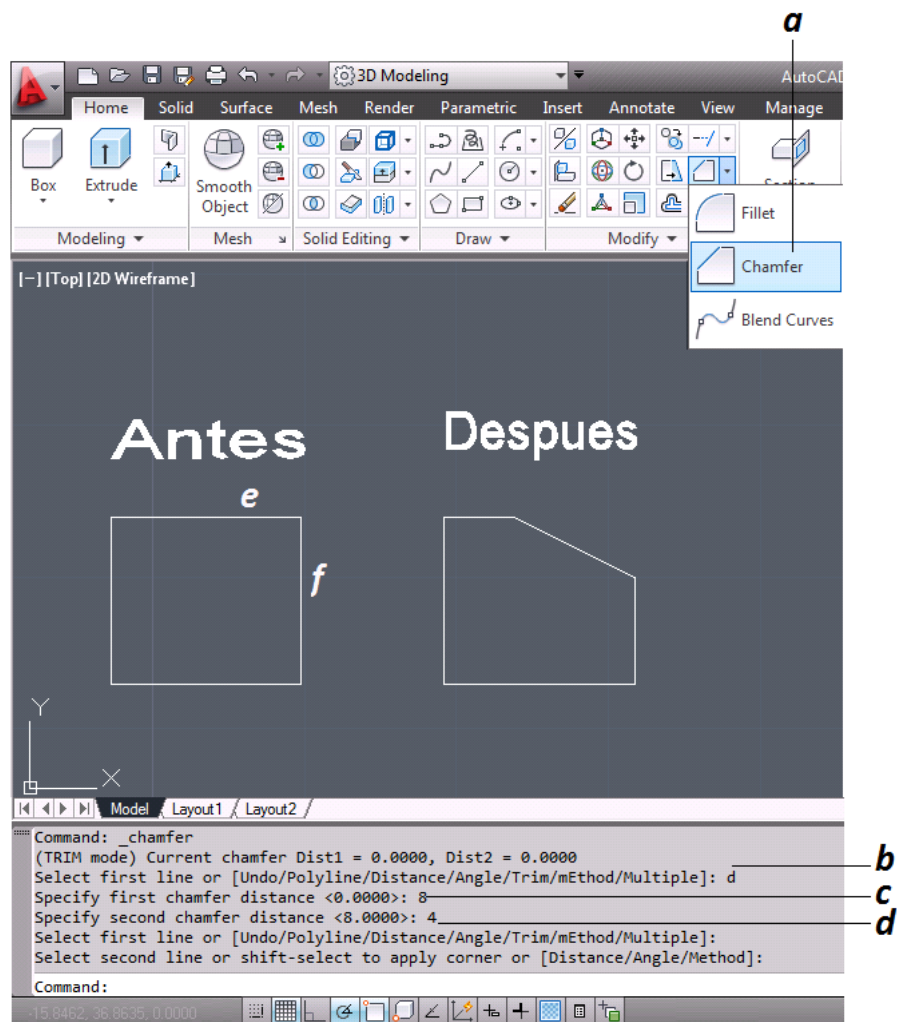

Figura 3.42 Modificación de Entidades “Chaflan”
- Se selecciona el comando Chaflan (*figura 3.42*).
- Se ingresa D con la cual se indicaran las distancias del chaflan (*figura 3.42*).
- Se ingresa 8 que es la primera distancia y enter (*figura 3.42*).
- Se ingresa 4 que es la segunda distancia y enter (*figura 3.42*).
- Se selecciona la primera línea a chaflanear con el primer valor (*figura 3.42*).
- Se selecciona la segunda línea a chaflanear con el segundo valor (*figura 3.42*).